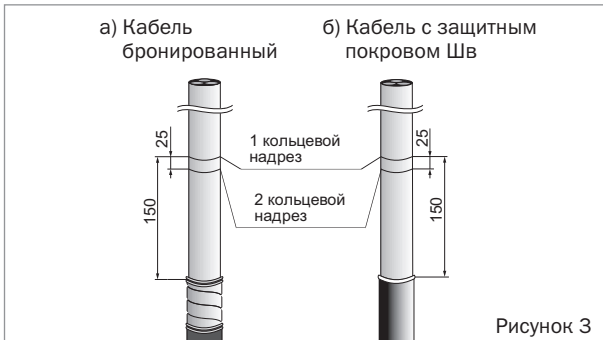

Рисунок 3
- На расстоянии 150 мм от среза брони (шланга) выполнить на оболочке кабеля первый кольцевой надрез на половину толщины оболочки и, на расстоянии 25 мм от первого, второй кольцевой надрез (рисунок 3).